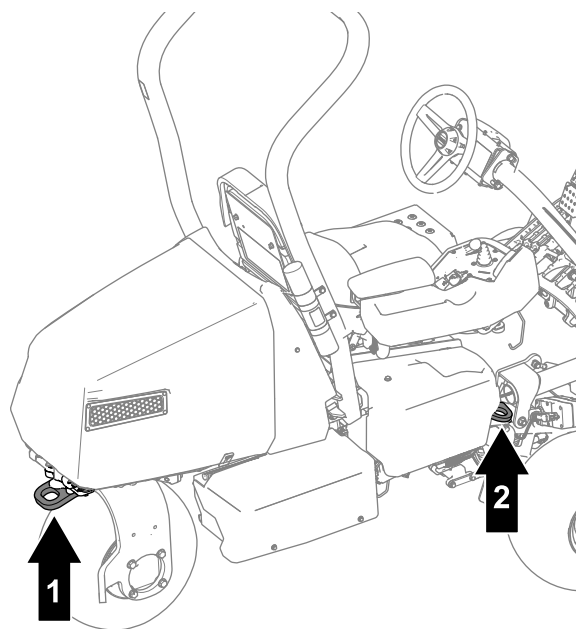

図 31
- 荷台に載せたら、ストラップ、チェーン、ケーブル、ロープなどで機体を確実に固定してください。機体の前後に取り付けた固定ロープは、どちらも、機体を外側に引っ張るように配置してください 図 31。